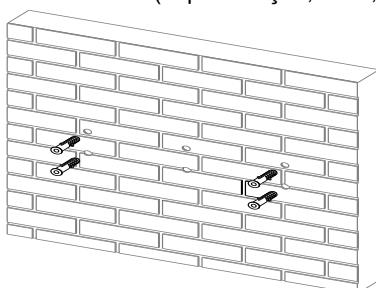
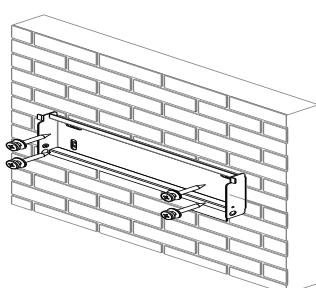

FIG.6-7 Instale âncoras de expansão
FIG.6-8 Fixe o suporte de montagem na parede
2) Faça buchas de expansão nos quatro furos correspondentes e, em seguida, fixe o suporte de montagem na parede com parafusos auto-roscantes (especificação, ST 6,3 x 50), conforme FIG. 6-7 e FIG. 6-8.